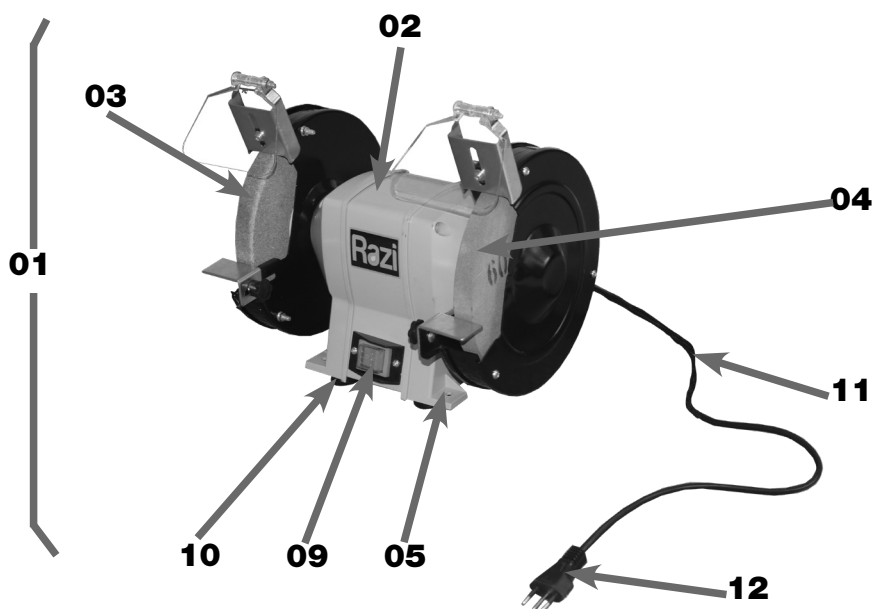

FIGURA 01 – Moto Esmeril
Em caso de EMERGÊNCIA, ACIONAR rapidamente a Interruptor LIGA/ DESLIGA (09) e DESCONECTAR o Plugue de Alimentação (12) (figura 01) da tomada.
Quando houver intervenção de manutenção sobre a máquina, é necessário DESLIGAR a Interruptor LIGA/DESLIGA (09) e DESCONECTAR o Plugue de Alimentação (12) da tomada (figura 01), ou seja, da rede elétrica de energia. Desta forma, a máquina não oferece RISCO DE CHOQUE ELÉTRICO;
O **MOTO ESMERIL 6" e 8" RZ-M550, RZ-ME350 e RZ-ME550** da **Razi** foi desenvolvido pelos critérios de qualidade, segurança, modernidade e tecnologia, a fim de atender as necessidades do usuário, em conformidade com as normas técnicas aplicáveis (figura 01).
O Moto Esmeril (01) é composto basicamente pelos conjuntos do Corpo (02), Rebolo de Desbaste (03) e Rebolo de Afição (04) (figura 01).
O conjunto do Corpo (02) é formado por peças de alumínio injetado, resistentes e rígidas, as quais alojam em seu interior o motor e na sua parte inferior a Base de Fixação (05) (figura 01).
Este motor possui eixo duplo, ou seja, um eixo em cada lado do Corpo (02) (esquerdo e direito). Nessas pontas de eixo são acoplados os conjuntos do Rebolo de Desbaste (03) e Rebolo de Afição (04) (figura 01).
Os conjuntos do Rebolo de Desbaste (03) e Rebolo de Afição (04) são compostos pelos Rebolos (03) e (04), a Tampa de Proteção do Rebolo (06), Base de Apoio (07) e a Proteção Frontal (08) (figura 01 e 02).
Na parte inferior do Corpo (02) está localizado o Interruptor Liga/Desliga (09) responsável por acionar e parar o movimento de giro dos Rebolos (03) e (04) (figura 01).
Sob o a Base de Fixação (05) estão localizados os Pés de Borracha (10) que apoiam o Moto Esmeril (01) (figura 01).